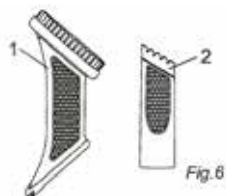

Fig.6
- Kombiborste (bild 6/1)
- Fogmunstycke (bild 6/2)